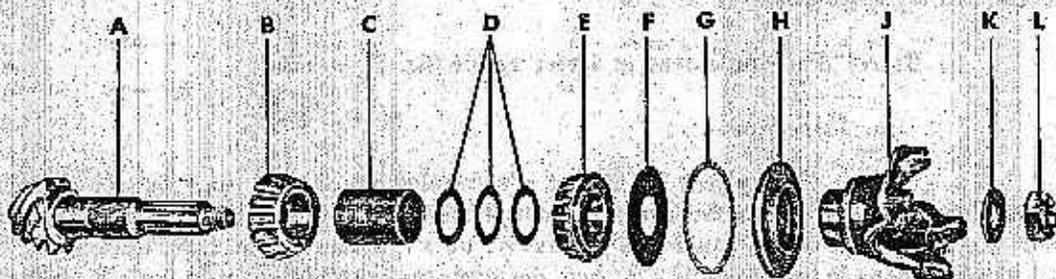

FIGURE 52. — Ensemble du pignon d'attaque. Vue éclatée.
2) Ensemble du pignon d'attaque (fig. 52).
C. — *Mise en place de roulement extérieur sur le pignon (fig. 52).*